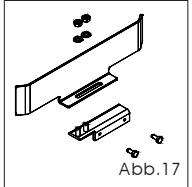

Abb.17
- 1) Die beiden geformten Feinbleche auf den beiden U-förmigen Haltern mit den Unterlegscheiben und Muttern aus dem Lieferumfang montieren und befestigen, wie in Abb. 17 gezeigt.